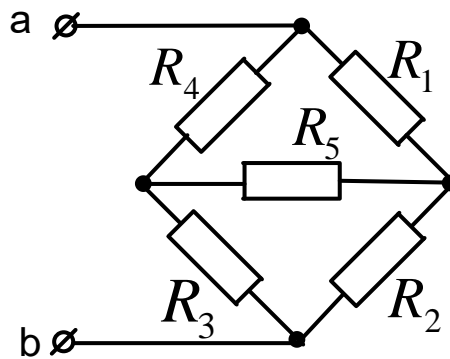

Рисунок 12
**Задача 7.** Определить эквивалентное сопротивление схемы (рис.12) относительно зажимов ab, если  $R_1=60\text{Ом}$ ;  $R_2=120\text{Ом}$ ;  $R_3=80\text{Ом}$ ;  $R_4=80\text{Ом}$ ;  $R_5=120\text{Ом}$ .